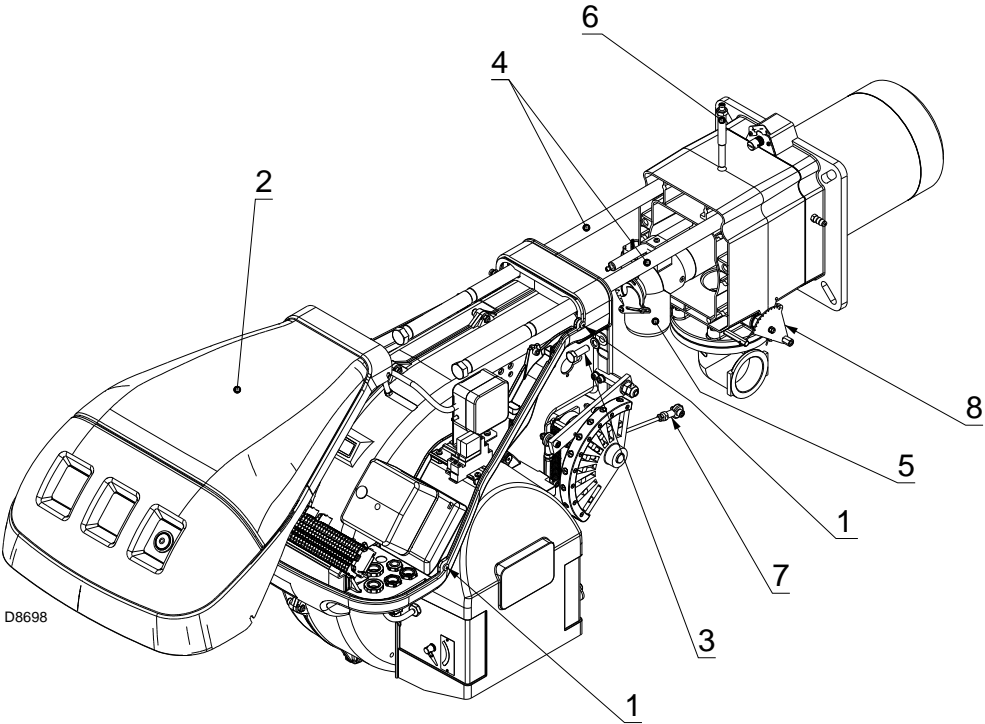

图 39
检查确认点火阶段的燃气出气孔（在燃烧头的燃气分配管处）清洁无污物及锈迹。如有疑问，需拆下弯头 5) (图 39)。
- 拆下螺栓 1)，同时取下保护盖 2)( 图 39)。
- 重新拧紧螺丝 3)( 图 39)，将探针和电极电缆轻轻拉紧。